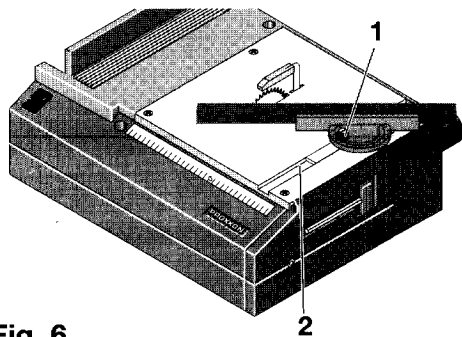

Fig. 6
1. Klemmschraube 1 (Fig. 6) lösen, Winkel entsprechend